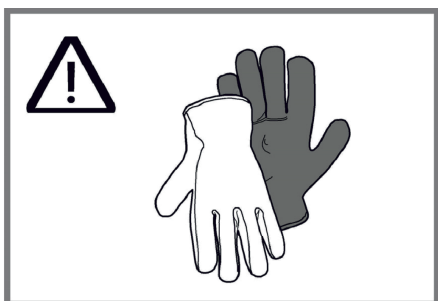

Fig. 10
- Det kan finnas vassa kanter, så användning av skyddshandskar rekommenderas vid montering. (Fig. 10).